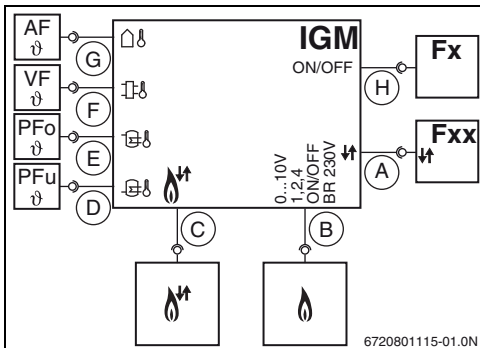

Bild 2 Grundfunktionsplan
Ein FR/FW... -Regler und weitere Reglermodule müssen immer auf den Anschluss [A](→ Bild 2, Seite 4) geklemmt werden und nicht direkt an den Wärmeerzeuger mit 2-Draht-Bus.
- **FWx:** Witterungsgeführter Heizungsregler mit Klartextanzeige zur Regelung einer Heizungsanlage mit gemischten oder ungemischten Heizkreisen. Der FWx Regler muss an die Klemmen (A oder C) des IGM verbunden werden. (→ Bild. 2, Seite 4)
- **VF/SF4:** Fühler Vorlaufsystemtemperaturfühler für den Anschluss an die Klemmen [F] oder bei Anlagen mit zentralen Pufferspeicher auf die Klemme [E] und optional PFu auf die Klemme [D]. (→ Bild 2, Seite 4).
Zum Funktionsumfang von Konfiguration I kann zusätzlich ein Heizgerät mit 2-Draht-Bus in Kaskade geregelt werden. Die Kaskadenfolge (welches Heizgerät zuerst starten soll) wird am Display des IGM-Modul fest eingestellt. Je nach Einstellung wird das Heizgerät mit 2-Draht-Bus modulierend zugeschaltet (→ Bild. 2, Seite 4, klemmen A). Abhängig von dem angeschlossenen Regler gibt es 2 mögliche Systemvarianten (→ Abs. 2.6. Seite 7).
men BUS parallel zum Anschluss A am Modul IGM (→ Bild. 2 auf Seite 4). Hierdurch ist eine optimale Anpassung der erzeugten Wärmemenge mit dem tatsächlichen Wärmebedarf aller Heizkreise der Heizungsanlage gewährleistet. Durch das Modul ISM mit der patentierten Funktion "Solar Control Unit Inside" kann auch eine Solaranlage optimal in das Regelsystem integriert werden. Bei dieser Systemvariante erreicht die Heizungsanlage einen optimalen Komfort bei maximaler Energieeinsparung.